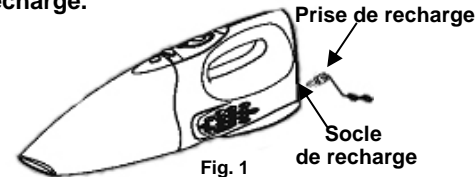

Fig. 1
3. The charging indicator light will shine red to indicate that the charging jack is properly inserted into the charging receptacle at the rear of the unit and that the unit is being charged. (Fig. 1)
L'indicateur de recharge s'allumera en rouge pour indiquer que l'aspirateur est bien placé dans son socle et qu'il est en train de se recharger. (Fig. 1)